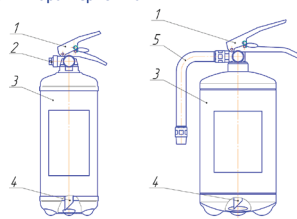

Рисунок 1
4.1 Конструкция огнетушителей на рис. 1. Огнетушители состоят из корпуса 3, в горловину ввернуто ЗПУ 1 с сифонной трубкой 4. К выходному отверстию ЗПУ огнетушителей ОХ-2(з) подсоединяется сопло 2, а в ОХ-6(з) - распылитель 5. Индикатор давления на ЗПУ оснащен фильтрующим элементом, который обеспечивает изоляцию огнетушащего вещества (ОТВ) от индикатора.